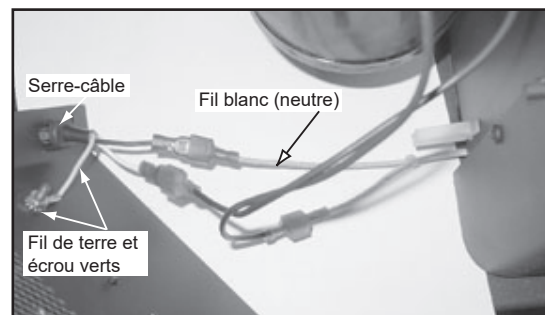

Figure 22.5
10. Sur le panneau latéral gauche, fixez le serre-câble du cordon électrique au trou qui se trouve sur la partie inférieure gauche. Fixez la borne de mise à terre au goujon qui se trouve le plus proche du cordon électrique (**Figure 22.5**).